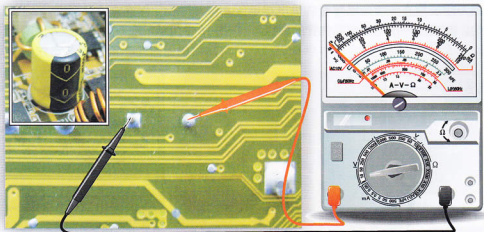

图18-10 万用表检测输出端滤波电容两端电压值
(2) 如图18-10所示, 万用表黑表笔搭在电容器的负极, 红表笔搭在电容器的正极, 观察万用表读数。